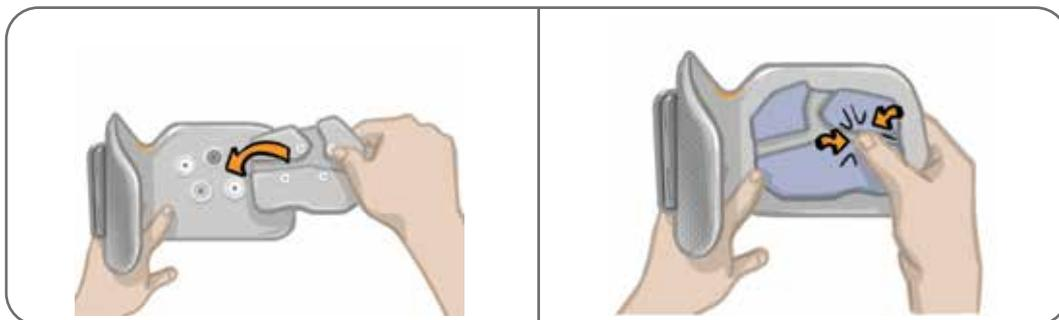

Ilustración 6-8: Alineación y sujeción del Electrodo Steering
5. Alinee los broches del electrodo Steering con los orificios de enganche de la banda de la parte inferior de la pierna. Consulte la ilustración 6-8.
6. Apriete con firmeza para encajar el electrodo Steering en la banda de la parte inferior de la pierna. Asegúrese de presionar los cuatro broches. Consulte la ilustración 6-8.